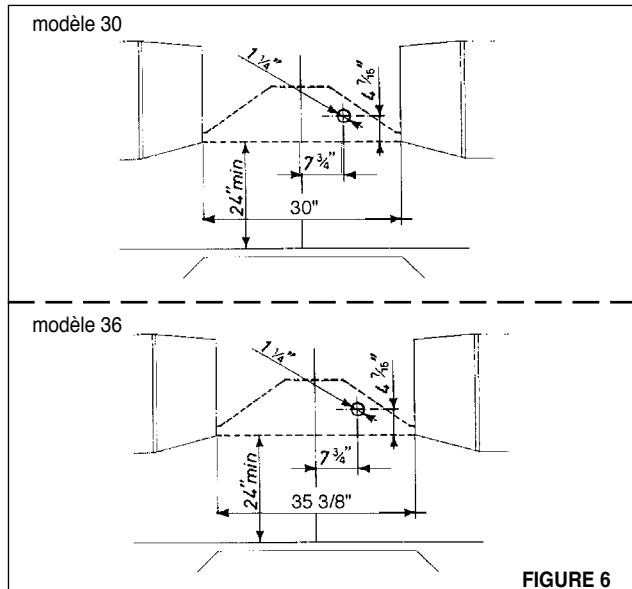

FIGURE 6
6. Déterminer l'emplacement approprié pour le câble d'alimentation, tel qu'il est indiqué à la **FIGURE 6**. Utiliser un foret de 1 1/4 po pour faire un trou et y passer le câble d'alimentation. Utiliser du calfeutrage pour sceller tout autour du trou. NE PAS mettre en circuit tant que l'installation n'est pas complétée.